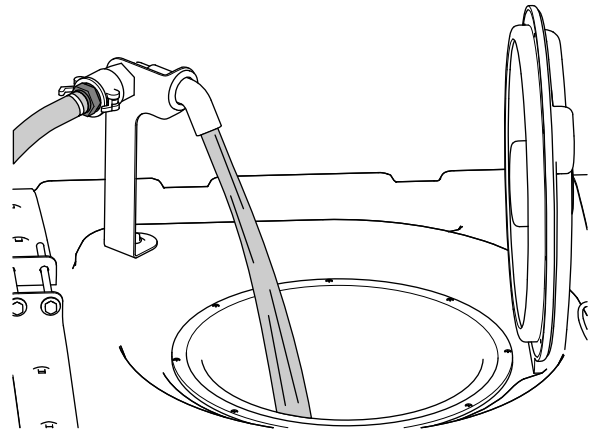

Figure 32
5. Ajoutez les trois quarts de l'eau nécessaire dans la cuve du pulvérisateur (Figure 32).